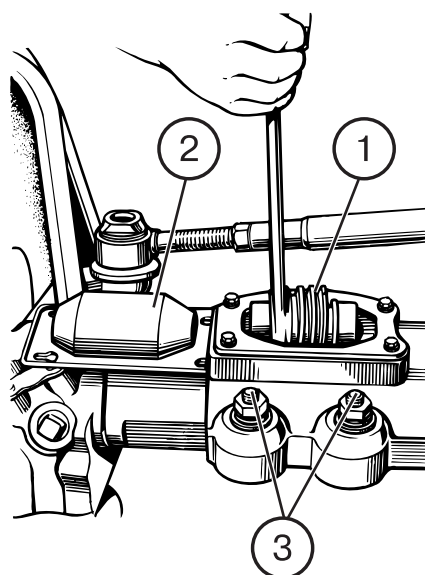
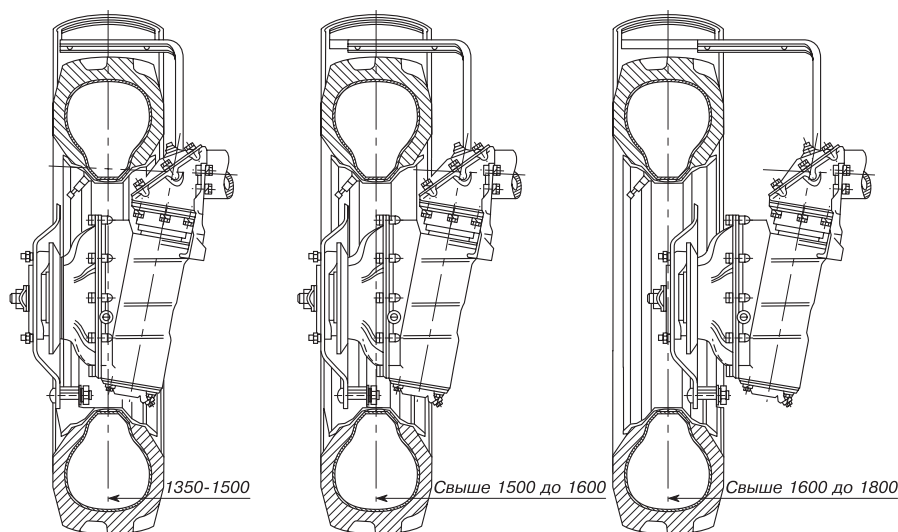

Рис.17.
Рис. 18. Схема установки передних колес тракторов с ПВМ с коническими редукторами на различную колею (кроме Беларус 82Р)
регулируется бесступенчато винтовым механизмом, расположенным на рукавах переднего моста (рис. 17) в трех интервалах (рис. 18): 1350-1500 мм, 1500-1600 мм, 1600-1800 мм.
Для получения требуемой ширины колеи установите соответствующее взаимное расположение обода колеса относительно диска так, как показано на рис.18.
Для изменения колеи поднимите переднюю часть трактора (или поочередно передние колеса), обеспечив просвет между колесами и грунтом, задние колеса затормозите, после чего (рис.17):
А. Установка гидроцилиндра рулевого управления на переднюю неведущую ось (рис. 18а)
**Рис.18а**
После изменения ширины колеи передних колес отрегулируйте схождение путем изменения длины рулевой тяги (рис. 18г).
Рис.18г